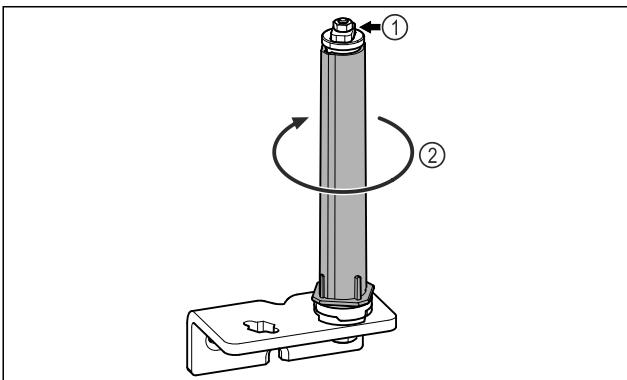

Fig. 23
- Ne rastavljajte sustav zatvaranja vrata Fig. 23 (1).
- Okrećite sustav zatvaranja Fig. 23 (2) dok ne klikne.